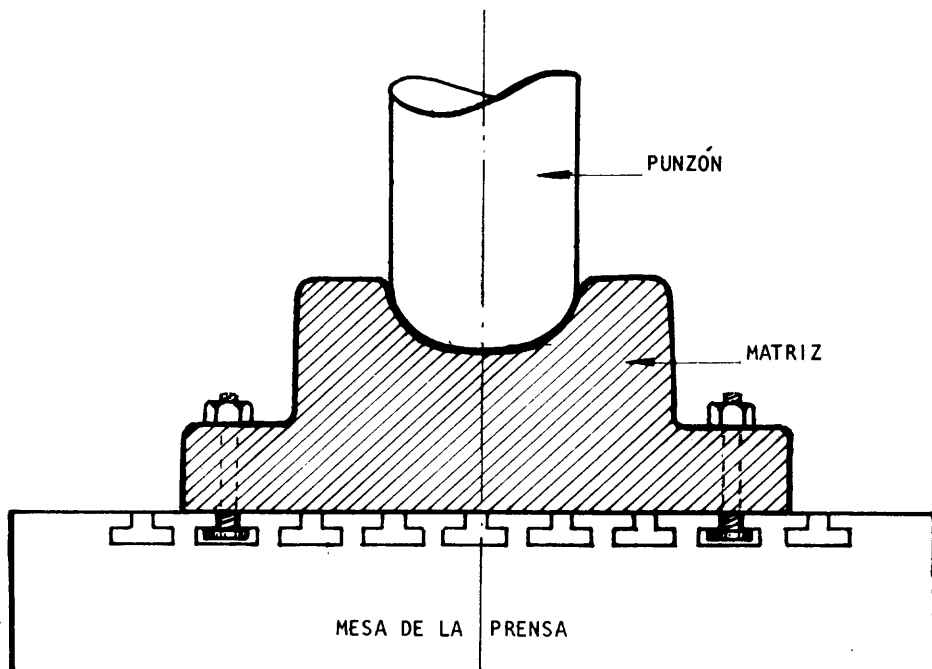

Fig. 1
- b Ponga en funcionamiento el motor de la prensa y accione el mecanismo del punzón haciéndolo bajar lentamente para hacer coincidir su eje con el de la matriz (fig. 1).